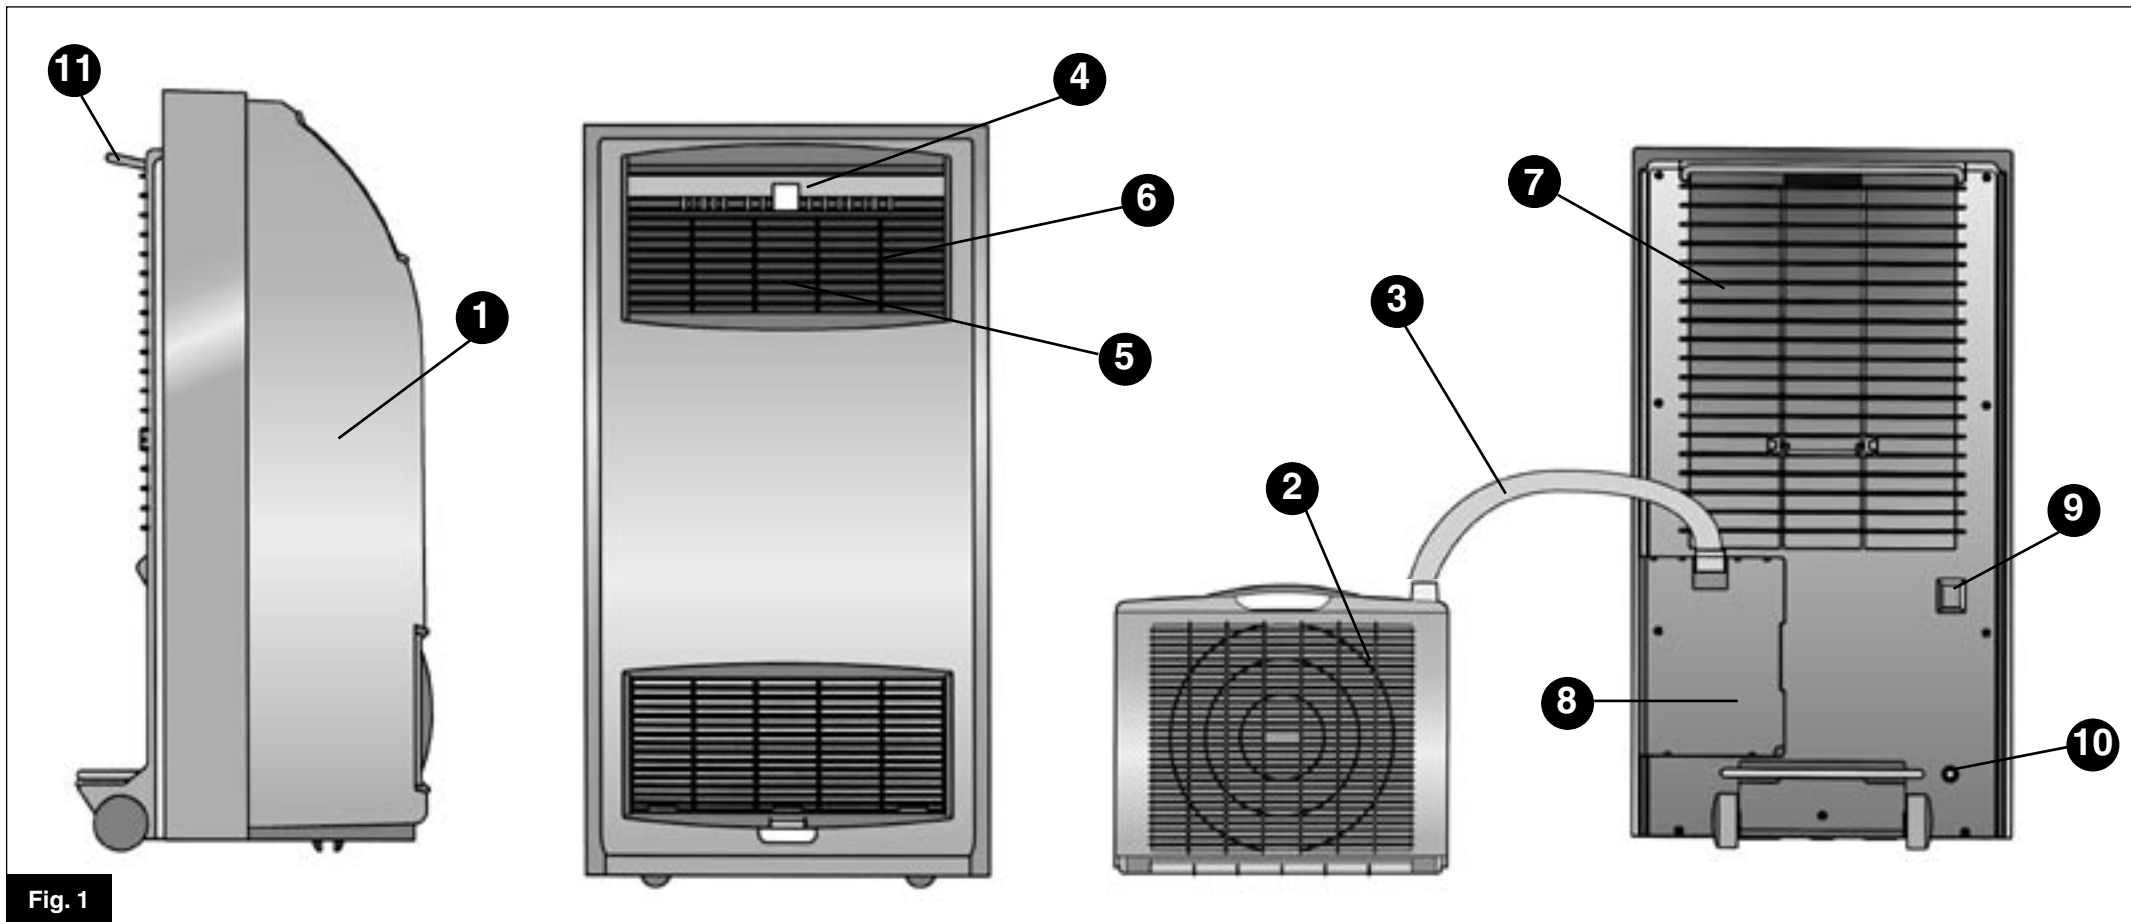

Fig. 1
IDENTIFICAZIONE DELLE PARTI PRINCIPALI (Fig. 1)
IDENTIFICATION DES PRINCIPALES PARTIES (Fig. 1)
LIST OF MAIN COMPONENTS (Fig. 1)
BESCHREIBUNG DER GERÄTE-TEILE (Abb. 1)
IDENTIFICACION DE LAS PARTES (Fig. 1)
ONDERDELENLIJST (Fig. 1)
- Il totale arresto del climatizzatore, nonostante vi sia la normale alimentazione elettrica, può essere dovuto all'intervento di una sicurezza interna che impedisce la fuoriuscita di acqua. Prima di chiamare il centro assistenza provate a drenare l'acqua contenuta nel CLIMATIZZATORE togliendo il tappo apposito (Fig. 1). Se l'inconveniente dovesse verificarsi fate controllare il Vs. climatizzatore da un tecnico specializzato.
- Si le CLIMATISEUR s'arrête complètement, malgré une alimentation électrique normale, ceci est peut-être dû à l'activation d'une sécurité interne qui empêche l'eau de s'évacuer. Avant d'appeler le centre d'assistance, essayez de drainer l'eau contenue dans le CLIMATISEUR en enlevant le bouchon spécial (Fig. 1). Si l'inconvénient se reproduit, faites contrôler l'appareil par un technicien spécialisé.